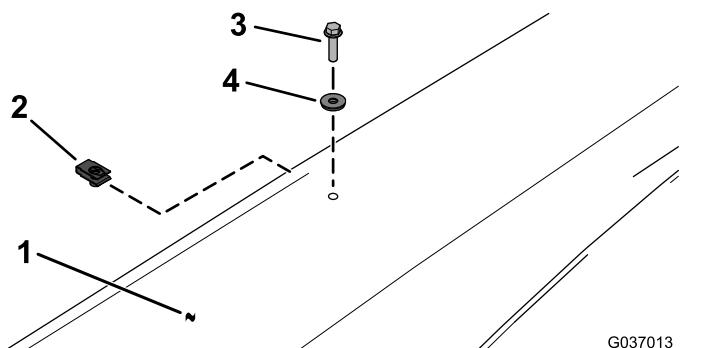

图14
16. 如图14所示，用2个夹子、2个密封垫圈和2个六角凸缘螺栓 ($\frac{1}{4} \times 1$ 英寸) 将遮阳篷安装到车顶支撑架上。